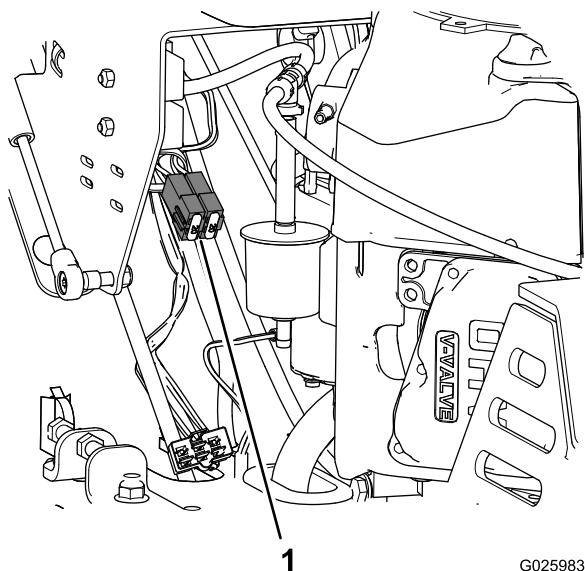

Figura 42
3. Saque el fusible del zócalo del bloque de fusibles (Figura 42).
4. Introduzca un fusible del mismo tipo y amperaje en el zócalo del bloque de fusibles (Figura 42).